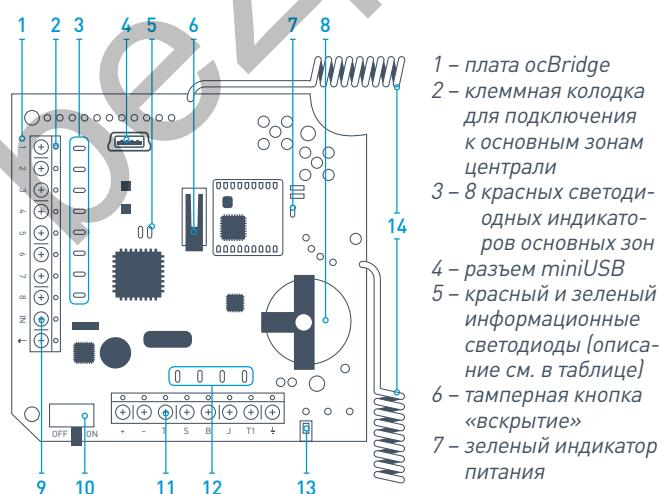

РИС. 1. Приемник беспроводных датчиков ocBridge
4.1. Подключите приемник беспроводных датчиков ocBridge к компьютеру при помощи USB кабеля (тип A-miniUSB) используя разъем «4» (РИС.1). Включите приемник тумблером «10» (РИС. 1).
Описание индикации информационных светодиодов «5» (РИС. 1):